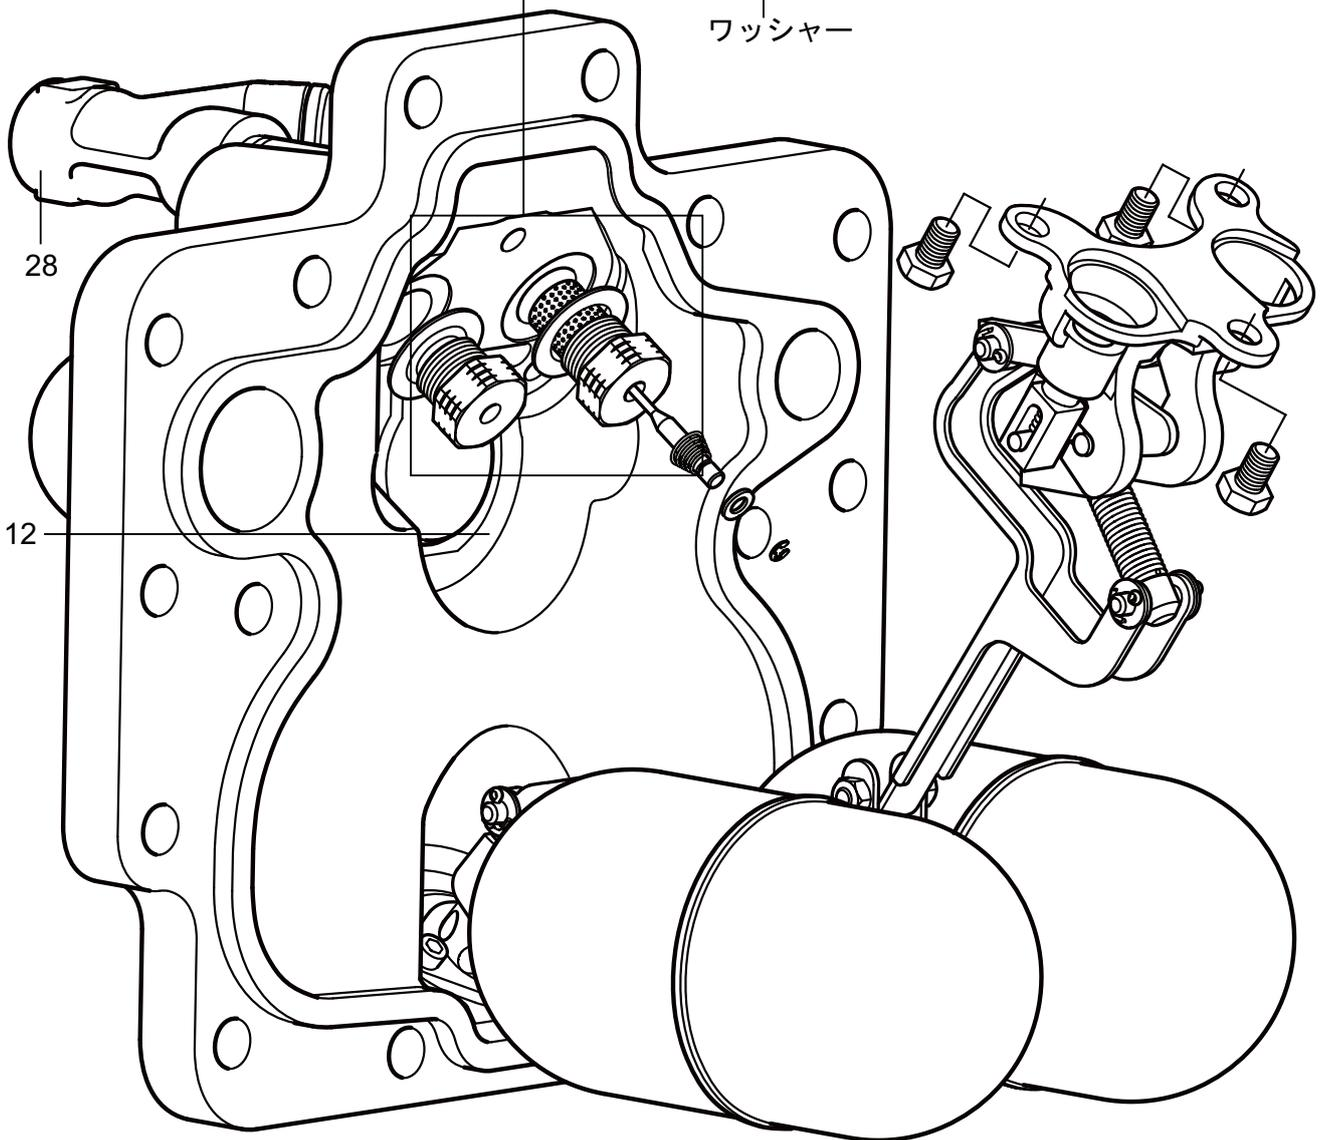

図 19. APT14 型図示
5. ポンプ・ブラケット・アセンブリ(図19参照)をあげて取り外します。
14. 駆動供給のストレーナー(100メッシュのスクリーン付)が駆動供給接続に取り付けられていることを確認します。(部品番号28、図19)